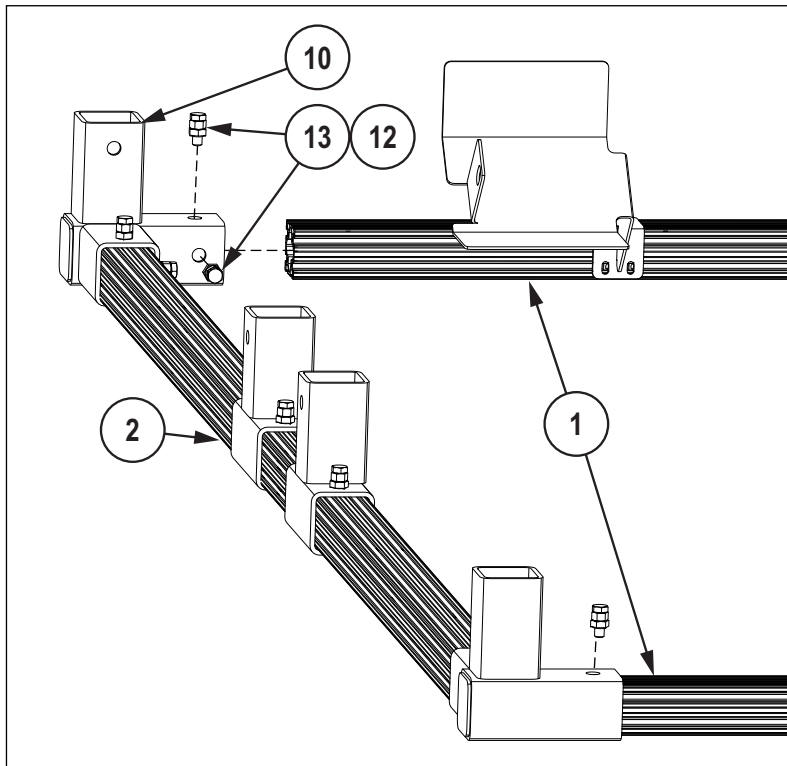

Figure 3-6. Installation du bâti de montage latéral en T
3. Fixez une barre longue à chacun des connecteurs à trois voies (Rep. 10) comme sur la Figure 3-6.